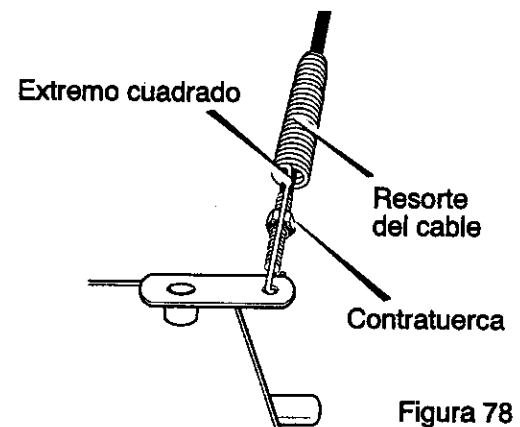

Figura 78
3. Meta el cable por el resorte hasta exponer la porción roscada del cable (Figura 78).